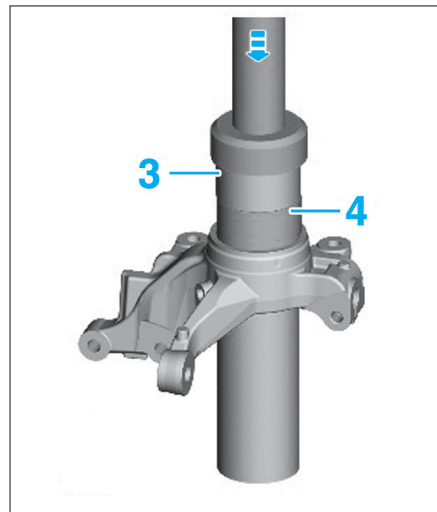

Fig. 19
- A l'aide d'une presse hydraulique et de l'ancienne bague extérieure (3), reposer le roulement neuf (4) (Fig.19).